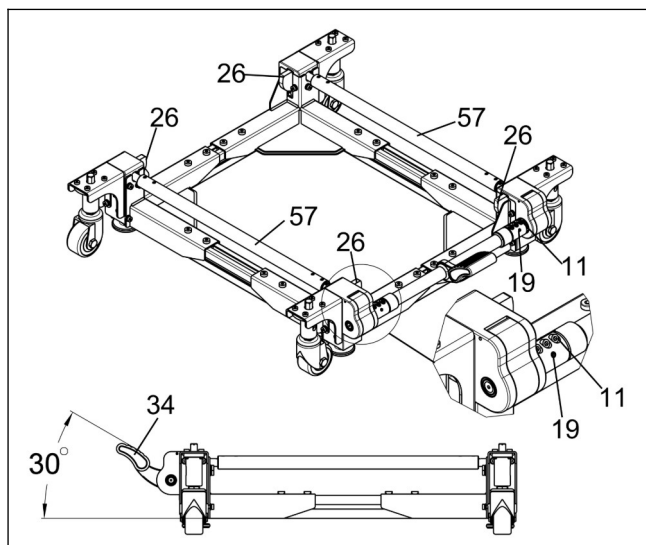

图 17
e.旋转两个联轴器“57”，使得四个凸轮“26”向上转动至极限位置；再将踏板“34”转至与地面夹角 30°，旋紧紧固件“11”、“19”。（见图 17）
b. 踩下踏板“34”，若踏板“34”下底面与地面距离很小，无法抬起踏板，请松开图 17 所示紧固件“11”、“19”，然后向上旋转踏板“34”至合适位置，最后旋紧紧固件“11”、“19”。（见图 17）